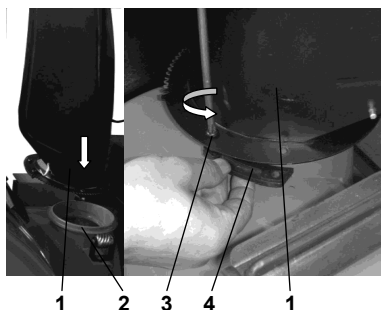

Fig. 4
4. **Montare il camino** (Fig. 4): allentare il bullone che fissa il camino e poi collocare quest'ultimo nell'apposito alloggiamento, inserire il blocchetto di fissaggio in modo che i fori siano orientati correttamente e fissare con un bullone.